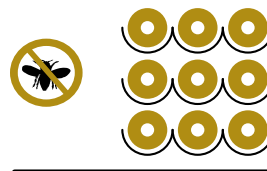

Figure 9
- Sans insectes, en particulier Lépidoptères (papillon de cave / mite du vin) (**Figure 9**);